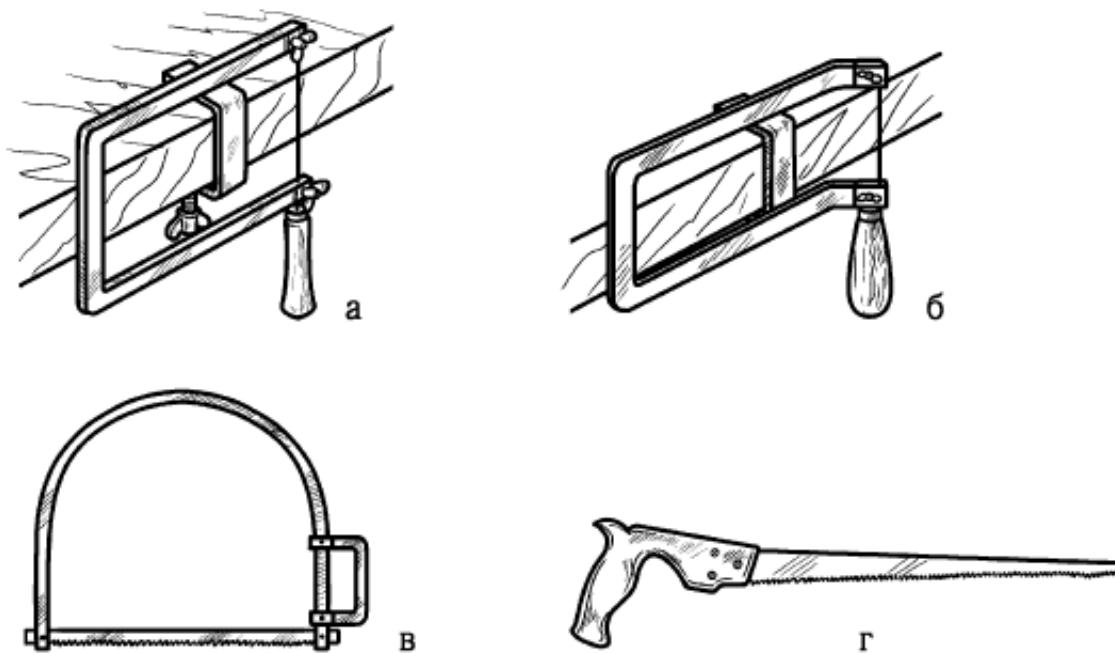

Рис. 33. Инструмент для выпиливания: *а* – лобзик; *б* – лобзик с изогнутым станком; *в* – лучковая пила; *г* – выкружная ножовка
7. Инструмент для выпиливания (рис. 33) потребуется при выполнении прорезной резьбы. Сюда входят лобзики, лучковые выкружные пилы и ножовки.